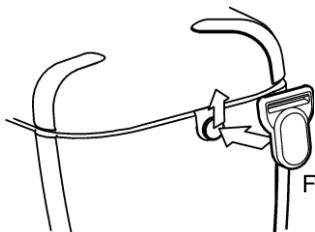

Fig. 22-1
(1) Fixer la boucle à la KEW 6516/6516BT comme indiqué à la figure 22-1.